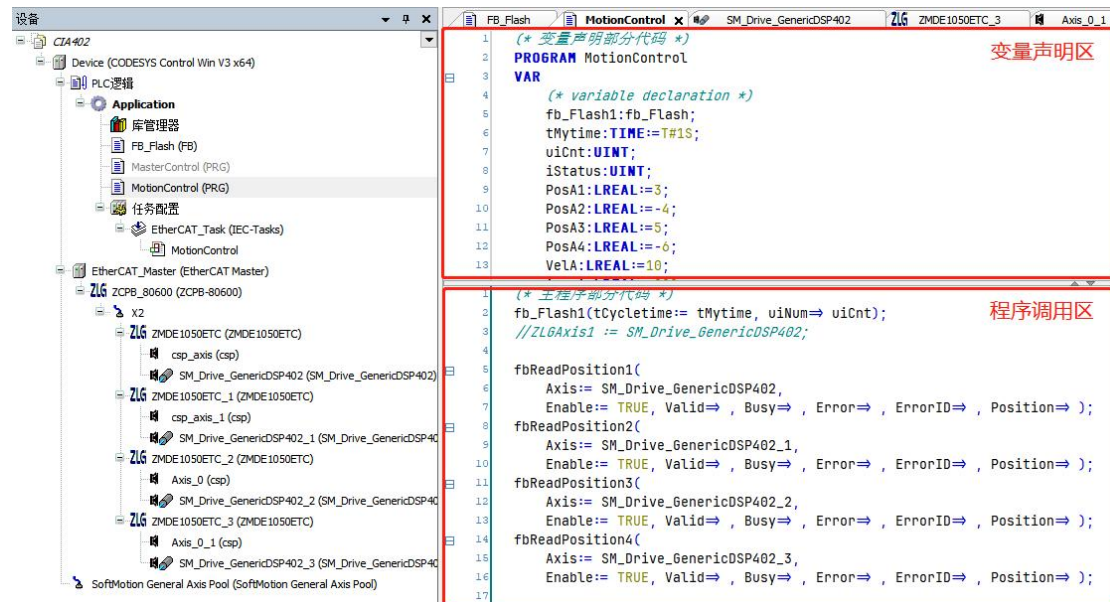

图 4.14 代码放置位置
(12) 找到右侧“设备”框里的“Application”，右击选择“添加对象”->“POU...”，添加程序类型的 POU, 并命名为 MotionControl。再用鼠标将刚才添加的 POU 拖动到下方的“任务配置”->“EtherCAT_Task(IEC-Task)”主任务下。双击打开 PLC 程序编辑界面，将下面的变量声明部分代码添加到“MotionControl”的上半窗口，即变量声明窗口，再将下面主程序部分代码添加到下半窗口，即程序调用窗口，如图 4.14 所示。